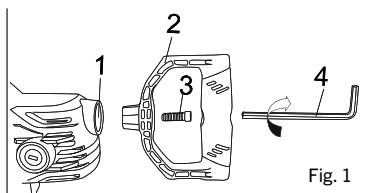

Fig. 1
Pour installer la poignée en D (2), insérez la poignée en D (2) dans le trou situé à l'arrière de la perceuse (1), puis insérez la vis (3), insérez la clé hexagonale (4) dans la vis (3), tournez-la dans le SENS HORAIRE pour la serrer. (Fig. 1).